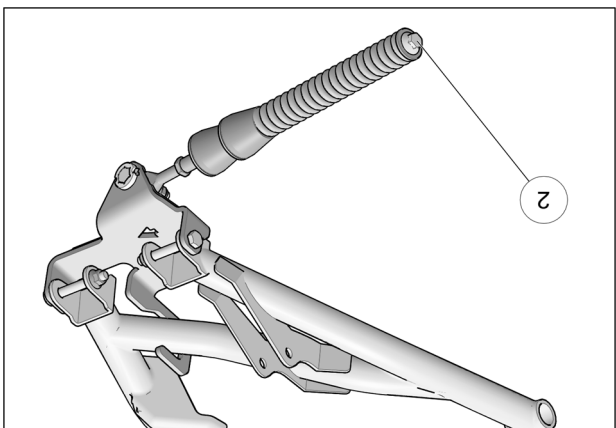

Fig. 11
11. Vérifier que le boulon du ressort (2) est serré au couple recommandé : $75\text{ N}\cdot\text{m}$ [55 lb·pi]. Fig. 11